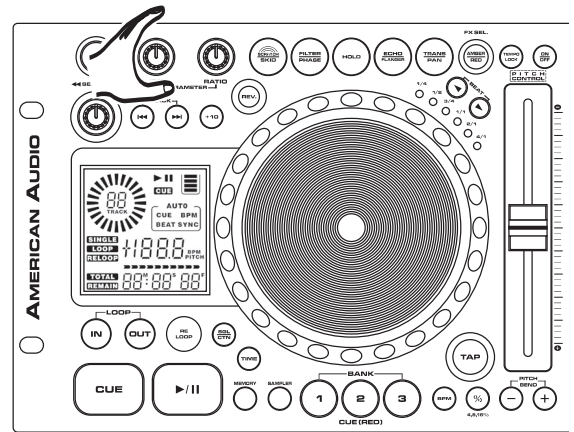

Figura 51
Todos los efectos presentan parámetros ajustables. Los parámetros cambian la forma en que reaccionan los efectos. Para ingresar en los menús de parámetros por alguno de los efectos, pulse o gire alguna de las dos perillas de parámetros (PARAMETER KNOBS) (2 Ó 3), como se muestra en la figura 51. Ya seleccionado el modo del parámetro, el visor de tiempo (34) cambiará indicando el parámetro que se está ajustando. Todos los efectos -salvo el pan- presentan dos parámetros ajustables: TIEMPO DE PARÁMETRO (2) y RELACIÓN DE PARÁMETRO (3). Utilice las perillas correspondientes para modificar estos efectos según su preferencia.